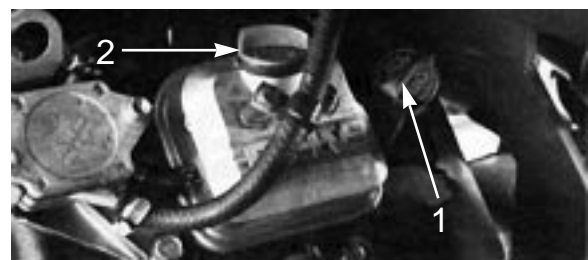

図 15
2. ディップスティック（図15）を外し、付いているオイルをきれいな布で拭き取り、もう一度一杯にねじ込んで抜き取り、油量を点検する。油量が少なければ、バルブカバーについている給油口からゆっくりと補給する。ディップスティックのFull位置までオイルを補給する。